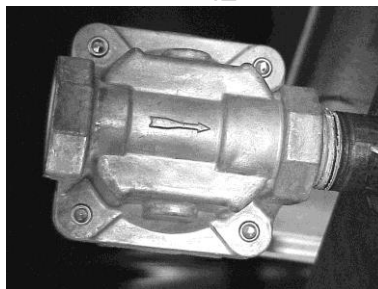
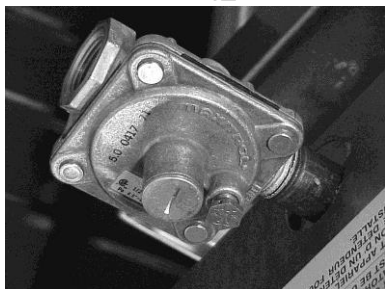

Fig. 2
Fig. 3
Il faut installer le régulateur de pression du gaz fourni avec la plaque chauffante installer le régulateur aussi près que possible de la plaque à frire, sur la conduite de gaz. S'assurer que la flèche sur la face intérieure du régulateur pointe vers le débit de gaz allant à la plaque à frire (Fig.2) et que le régulateur est positionné de façon à ce que le bouchon d'aération et la vis de réglage soient dirigés vers le haut droit (Fig. 3). Après avoir installé le régulateur, vérifiez et réglez la pression du gaz. La pression doit être réglée à 10 cm colonne d'eau (CE) pour le gaz naturel et 25 cm colonne d'eau (CE) pour le gaz propane, au moment où tous les brûleurs sont allumés. On recommande qu'un technicien qualifié du service de gaz ayant les outils, les instruments et les compétences nécessaires effectue l'installation de la plaque chauffante et du régulateur de pression du gaz.